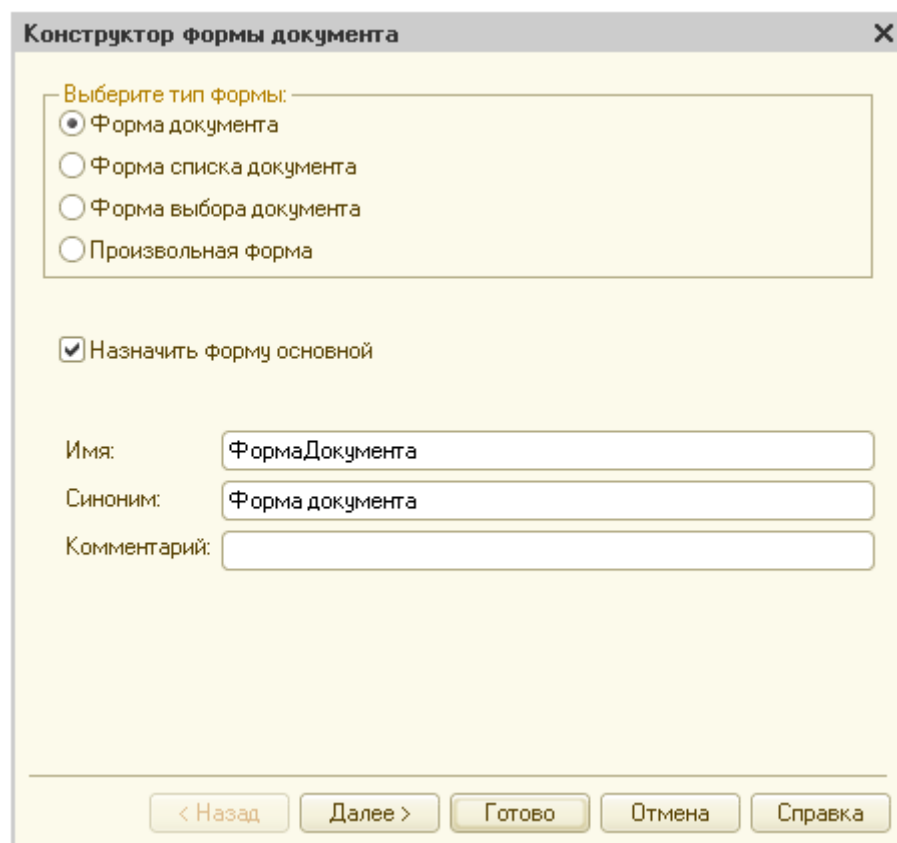

Рисунок 32 Конструктор формы документа
- На вкладке **Формы** нажмите кнопку «**Добавить**», откроется Конструктор формы документа (рис. 32). Выберите тип формы – **Форма документа**, назначьте ее основной, нажмите кнопку **Готово**. Откроется форма документа в Конструкторе форм.